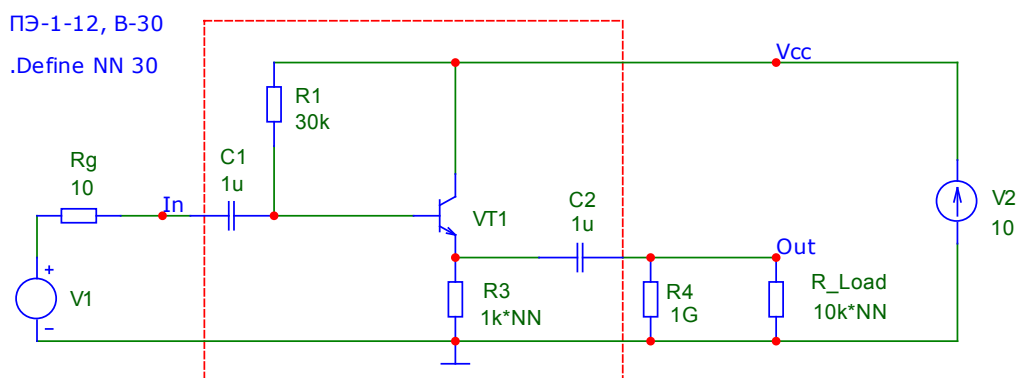

Рисунок 1.1 – Схема транзисторного каскада с общим коллектором
1.1. Собрать или загрузить из файла схему транзисторного каскада с общим коллектором (рис. 1.1). Указать в поле схемы группу и номер варианта (номер в журнале посещаемости). Указать в директиве *.Define NN* номер варианта.